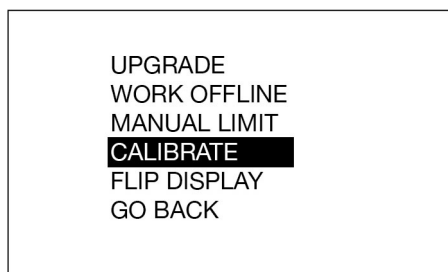
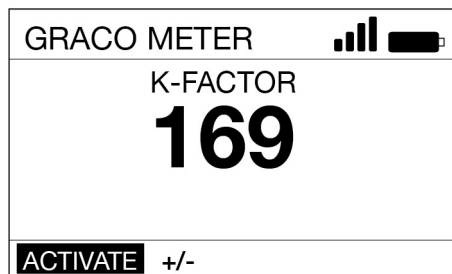

FIG. 20
FIG. 21
4. Välj alternativet CALIBRATE (Fig. 20) för att få fram skärmen för kalibrerings-K-faktor som visas i Fig. 21.
5. Välj ACTIVATE och tryck på ENTER för att påbörja kalibreringen av doseringsventilen med mätare (FIG. 21).
6. Dosera exakt en (1) liter eller en (1) quart vätska i en ren, kalibrerad, volumetrisk flaska.